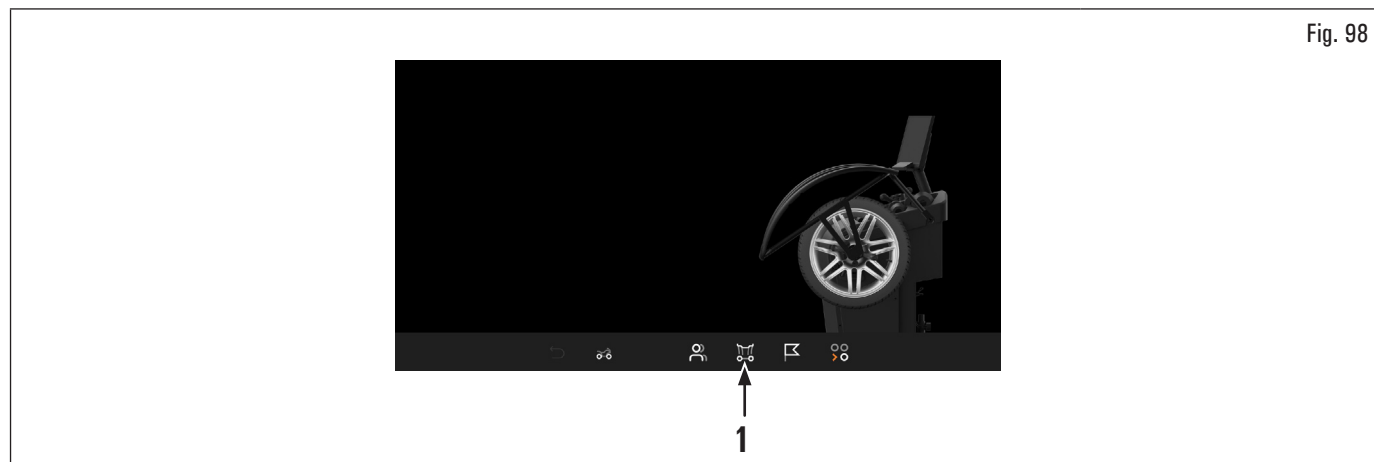

Fig. 98
2. pulsar el icono  (Fig. 98 ref. 1) para visualizar la siguiente pantalla: